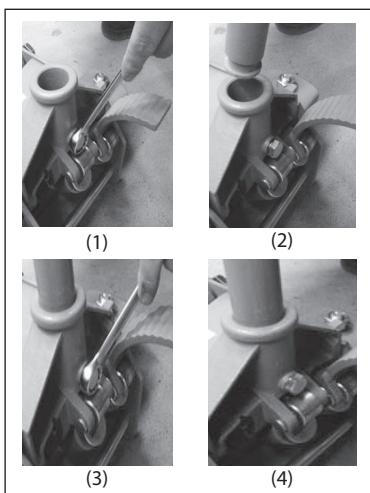

Fig. 04
- Befestigen Sie nun die Hebelstange an der Hebeeinrichtung. Lösen Sie hierfür die Sechs-kantschraube SW17 an der Aufnahme der Hebeeinrichtung (Fig.04(1)), und führen Sie die Hebelstange in die Aufnahme (Fig.04(2)) und drehen Sie die Schraube wieder an (Fig.04(3/4)).